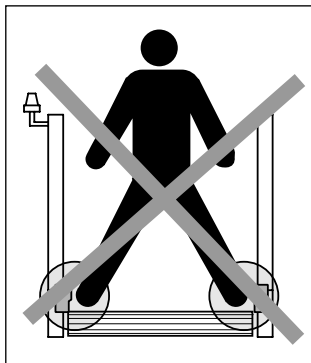

Fig. 1. Des capteurs disposés face-à-face ne doivent pas pouvoir être activés en même temps
2. Les capteurs d'inhibition doivent être disposés de telle manière que l'inhibition ne puisse pas être provoquée involontairement par une personne (*figures 1 et 2*).